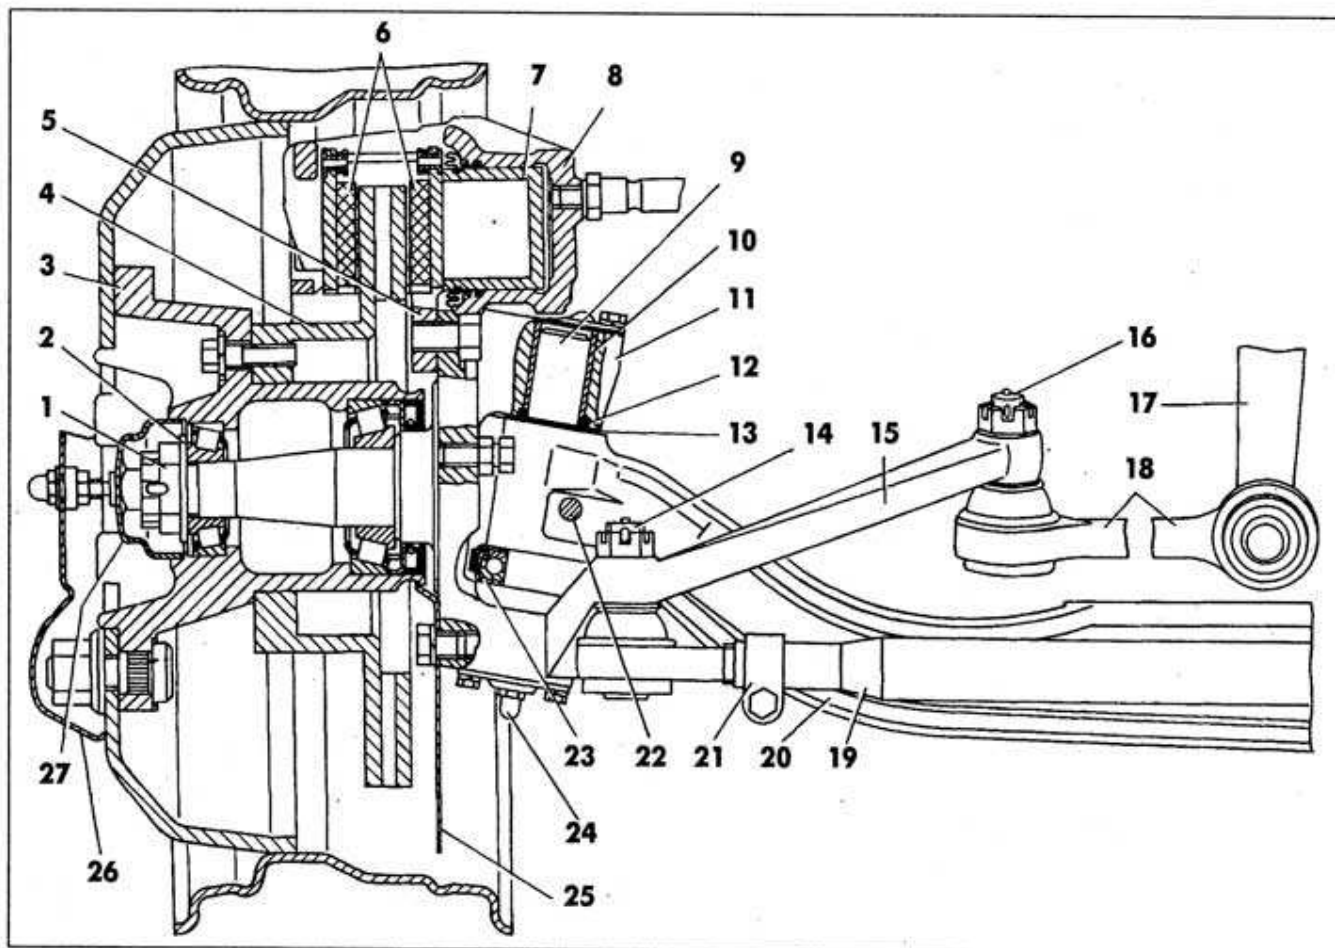

Рис. 5.26. Передняя ось:
Ступицы передних колес (рис. 5.26) вращаются на двух конических роликовых подшипниках, установленных на поворотном кулаке. Наружные кольца подшипника запрессованы в ступицу, а внутренние устанавливаются на кулак свободно. Во фланец ступицы запрессовываются шесть болтов, которыми крепятся колеса. Также на фланцах устанавливается диск тормозного механизма.
поднять колесо домкратом так, чтобы шина не касалась плоскости опоры, снять колпак 26 (см. рис. 5.26) колеса, снять колпак 27 ступицы, расшплинтовать и ослабить на 1/2 оборота регулировочную гайку 1, проверить легкость вращения колеса. В случае торможения колеса устранить причину; затянуть регулировочную гайку 1 ключом с воротком моментом силы 5,0–8,0 даН·м (5,0–8,0 кгс·м). При затягивании гайки необходимо проворачивать колесо для равномерного размещения роликов в подшипниках;
Передняя ось (см. рис. 5.26) состоит из штампованной балки двутаврового сечения, соединенной с поворотными кулаками с помощью шкворней. Шкворни имеют в центре лыску и застопорены в отверстиях балки клиновыми штифтами. Вертикальные нагрузки от поворотных кулаков на балку передаются шариковыми упорными подшипниками, закрытыми от попадания грязи и пыли защитными резино-
Обслуживание и уход за передней осью и рулевыми тягами заключаются в регулярной проверке надежности крепления и подтяжке пальцев рулевых тяг 14 и 16 (см. рис. 5.26), клиновых штифтов шкворней 22, болтов стяжных хомутов 21 поперечной рулевой тяги; периодической смазке шкворневого соединения; проверке люфтов в шкворневых соединениях и шарнирах рулевых тяг, а также в проверке схождения колес.
- ослабить болты стяжных хомутов 21 (см. рис. 5.26);
Шкворень 9 и втулка 10 (см. рис. 5.26) заменяются тогда, когда их суммарный износ достиг величины 0,5 мм. Шкворень и втулки можно заменить, не снимая переднюю ось с автомобиля, в такой последовательности: